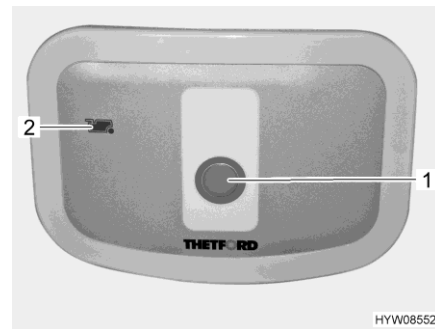

Bild 200 Spolknapp/kontrollampa (Thetford-toalett)
- För att spola, tryck på den blå spolknappen (Bild 200,1).
- Kontrollampan (Bild 200,2) lyser när latrintanken måste tömmas.